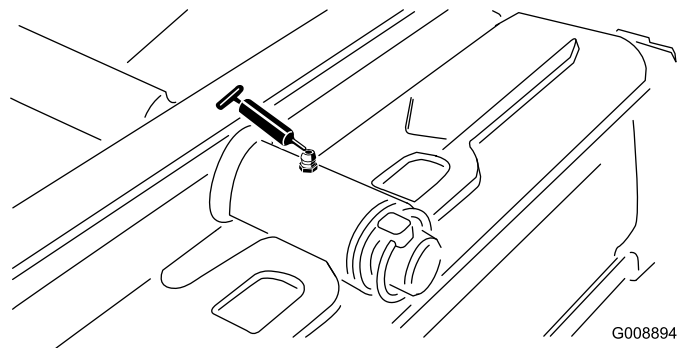

Figure 31
- Pivot d'unité de coupe arrière (Figure 31)